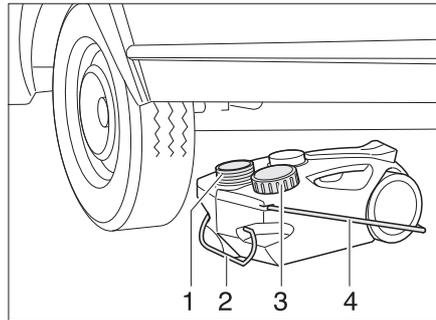

Bild 154 Abwassertank, fahrbar
- Öffnung des Abwassertanks (Bild 154,1) mit dem Deckel (Bild 154,3) schließen.
- Den Abwassertank am Griff (Bild 154,2) herausziehen.
- Tragegriff (Bild 154,4) nach oben klappen und Abwassertank aufstellen.